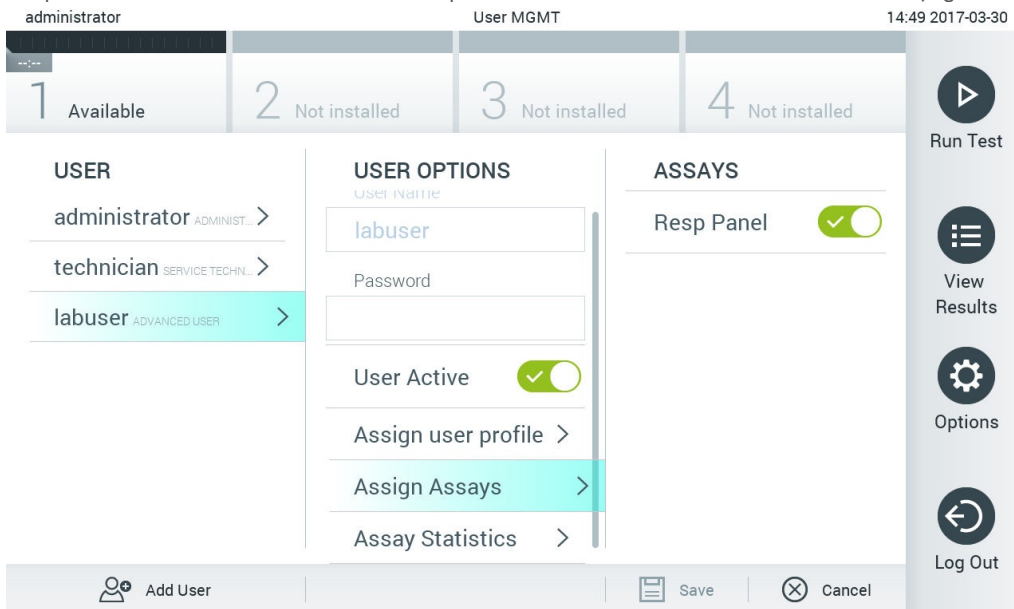

Figura 62. Atribuição de ensaios a utilizadores.
- Assign Assays (Atribuir ensaios): permite definir os ensaios da base de dados de ensaios que o utilizador tem permissão para executar. Selecione os ensaios a partir da lista à direita da área de conteúdo (Figura 62)